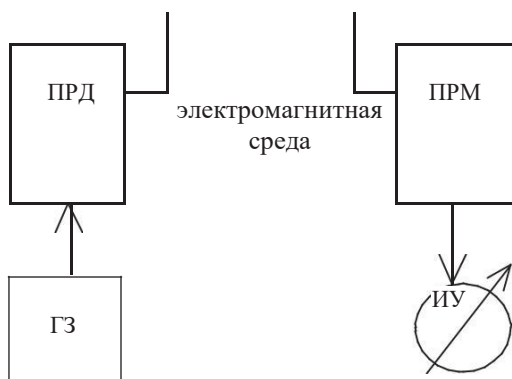

Рис. 18. Схема лабораторной установки, имитирующей канал связи
1. Соберите схему лабораторной установки, имитирующей канал технологической электросвязи (рис. 18).